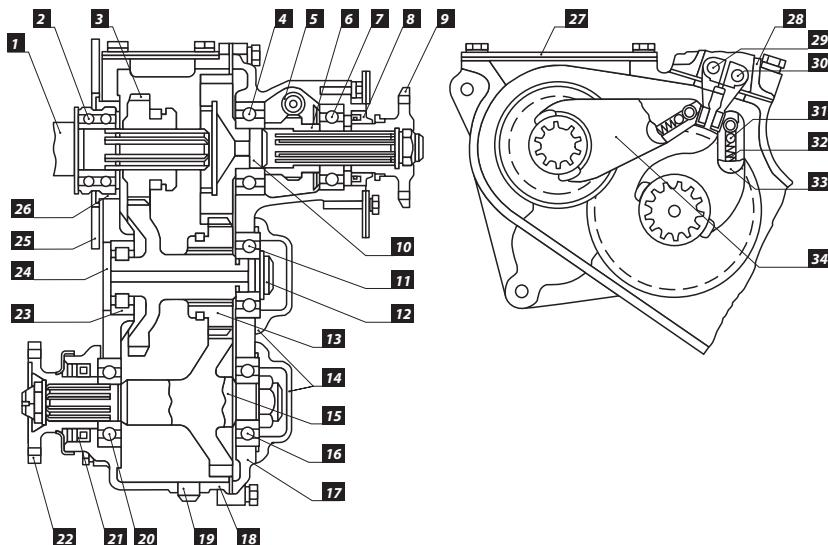

Рис. 1
!**ВНИМАНИЕ:** Перед снятием Раздаточной коробки (далее РК) с автомобиля – слейте масло, открутив гайку [19] (Рис. 1) (объём масла в РК 0.8 л).
1. Открутите крепление переднего и заднего карданов к фланцам [9], [22] (Рис. 1).